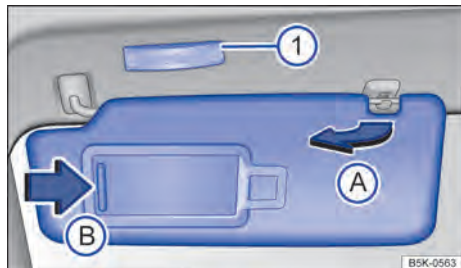

Fig. 79 Parasol.
- Retirar el parasol con cuidado del soporte sujetando la base de fijación y girar en la dirección de las puertas → fig. 79 (A).
En el parasol plegado hacia abajo se encuentra un espejo de cortésia atrás de una cubierta. Al abrir la cubierta → fig. 79 (B) se enciende una luz (1).